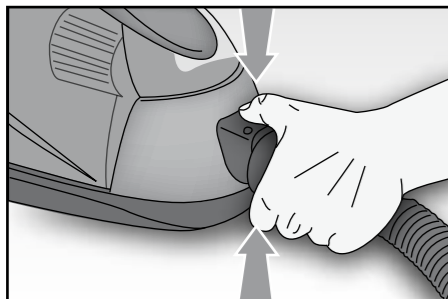

Fig. 2
- Inserire il manicotto (14) nell'apertura di entrata dell'aria (6) e premerlo finchè non si blocca a scatto. Per rimuoverlo, è necessario premere contemporaneamente i due pulsanti di sblocco (20) ed estrarlo (Fig. 2).